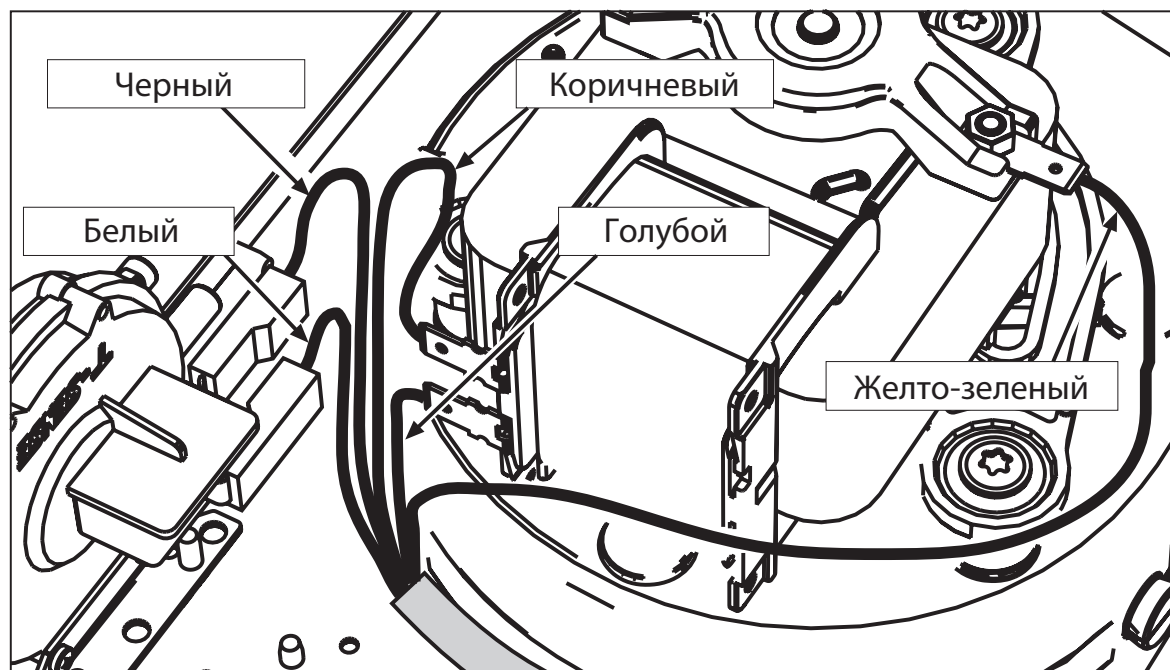

Рис. 2. Разводка проводов на турбонасадке
- монтаж системы дымоудаления ведется в горизонтальной плоскости, при этом необходимо соблюдать уклон 3° в сторону улицы (рис. 2);